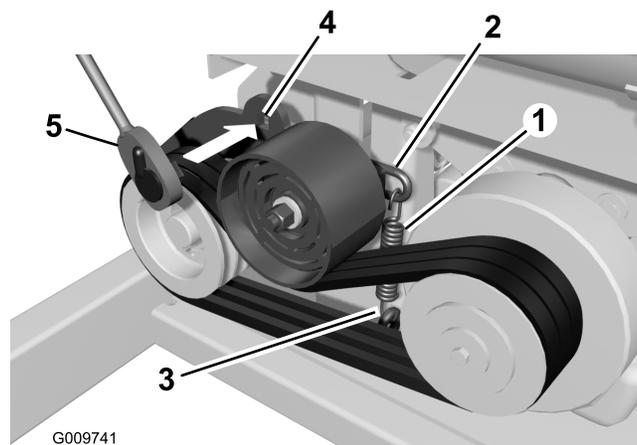
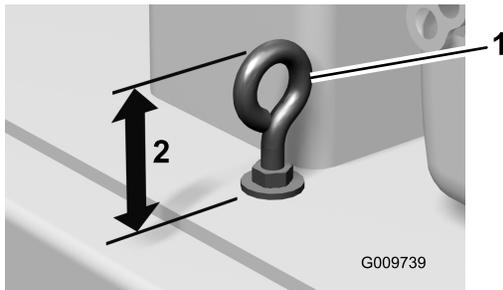

Bild 55
Bild 58
2. Prüfen Sie den Zustand des Riemens (Bild 55).
- B. Setzen Sie einen Sechskantschlüssel in das rechteckige Loch im Spannarm ein und drehen ihn nach oben (Bild 55).
4. Zum Erhöhen der Federspannung und damit der Riemenspannung müssen Sie die Höhe des Augenbolzens verringern; lösen Sie hierfür die obere Mutter des Augenbolzens und ziehen Sie die untere Mutter an (Bild 55 & Bild 58).